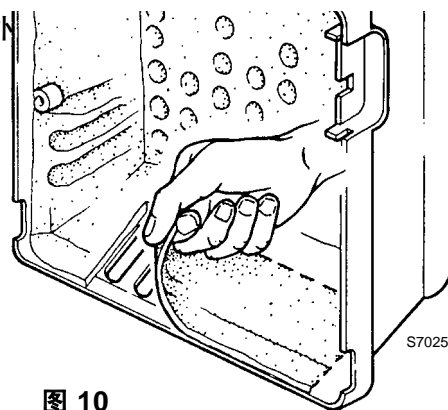

图 10
**A** 如果燃烧器运行时出力大于 140 kW，则需将隔音罩取消，露出机器外盖上的排气口，如图 10 所示。